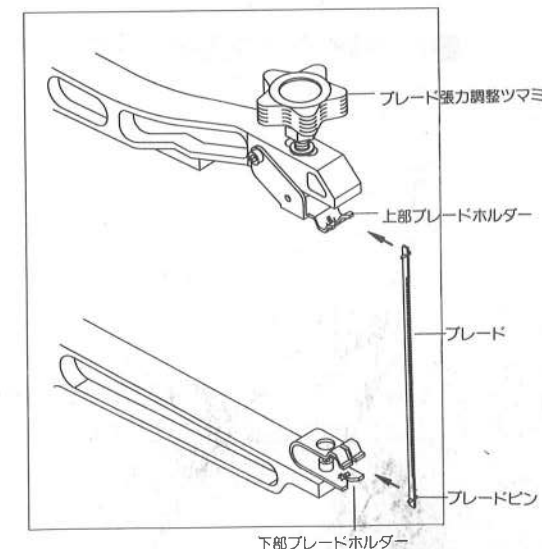

図6
■本機専用ブレード (ピン付のこ歯) の取付方法 (図6参照)
- ①ブレード張力調整ツマミをゆるめてください。
- ②ブレードの刃先を下に向け、テーブル中央の溝に差し込み、ブレードの下部のピンをブレード取付溝に引掛け、そして上部のピンを上部ブレード取付溝に引掛けてください。
- ③ブレード張力調整ツマミを回して適な張力に調整してください。